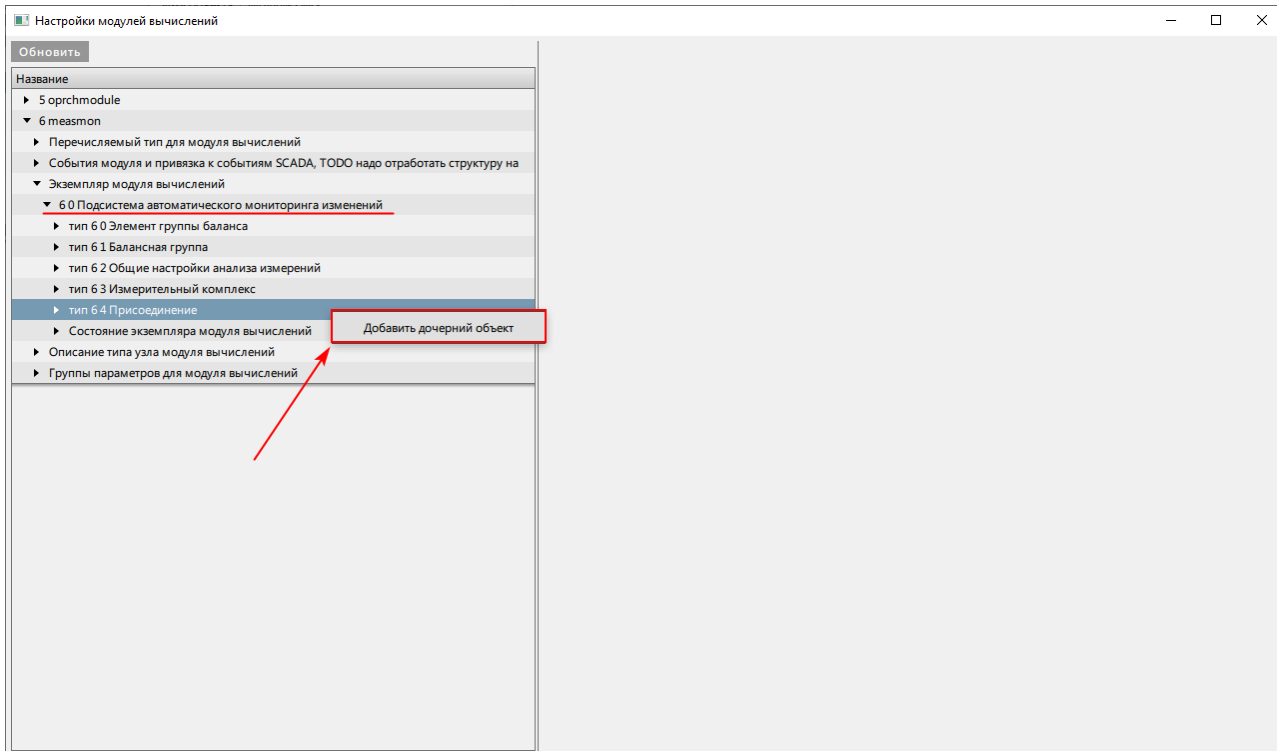

Рисунок 441 - Добавить дочерний объект
- Нажмите **ПКМ** по узлу **тип 6 4 Присоединение** и выберите **Добавить дочерний объект** (Рисунок 441).